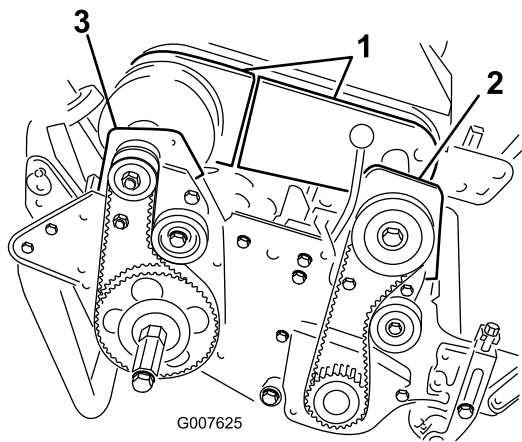

Рисунок 41
4. Снимите болты крепления передней и задней частей крышки дифференциала к корпусу дифференциала и отодвиньте части крышки, чтобы открыть ремень (Рисунок 41).
6. Снимите 2 болта и контргайки, которые крепят передний корпус муфты к боковой плите (Рисунок 41).
8. Снимите 2 болта и контргайки, которые крепят корпус правого заднего подшипника к боковой плите (Рисунок 41).